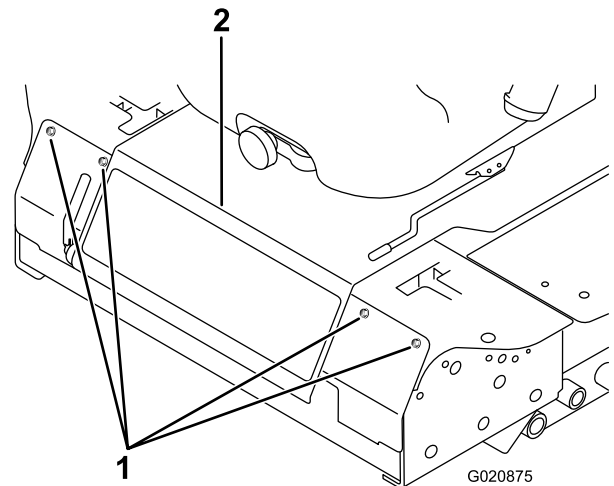

Bild 46
2. Nehmen Sie die Schrauben ab, mit denen die Frontplatte befestigt ist, und nehmen Sie sie ab (Bild 46).